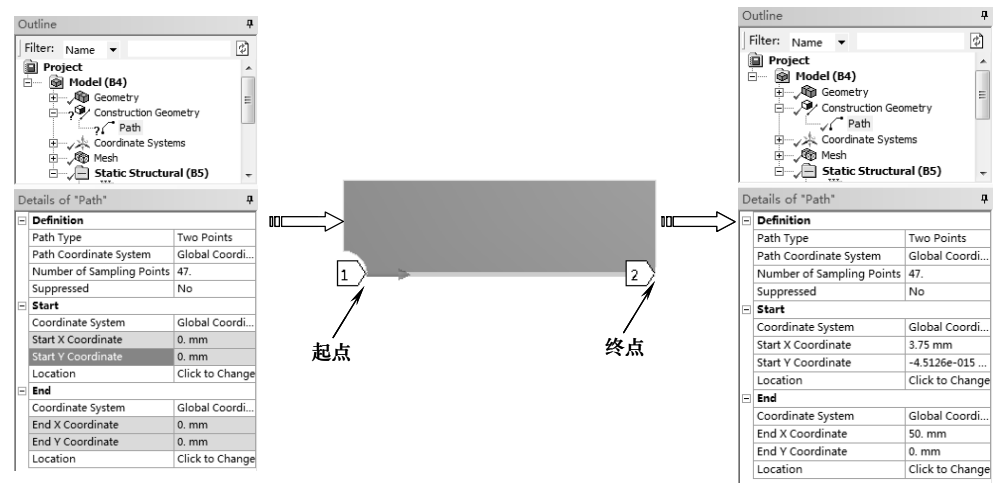

图 5-55 创建路径
5) 创建路径。在【Outline (分析树)】中选择【Model (B4)】节点，单击【Construction Geometry】工具栏上的【Path】按钮，单击【Point (选择点)】按钮，在详细设置窗口中单击【Start】选项下【Location】后的【Click to Change】项，在图形区选择一点作为起点，单击【End】选项下【Location】后的【Click to Change】项，在图形区选择一点作为终点，如图 5-55 所示。